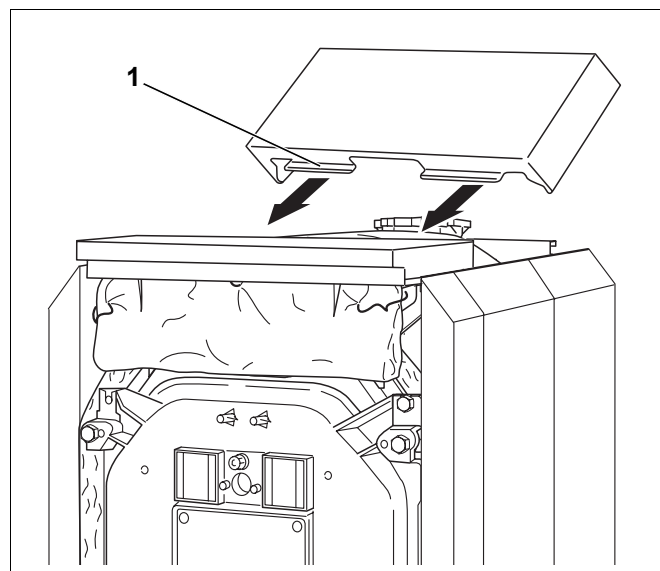

Fig. 53 Montaggio della copertura centrale
- Spingere il pannello di copertura centrale della caldaia al di sotto del pannello di copertura anteriore servendosi delle piegature (fig. 53, [1]) e inserirlo nella nervatura delle pareti laterali.